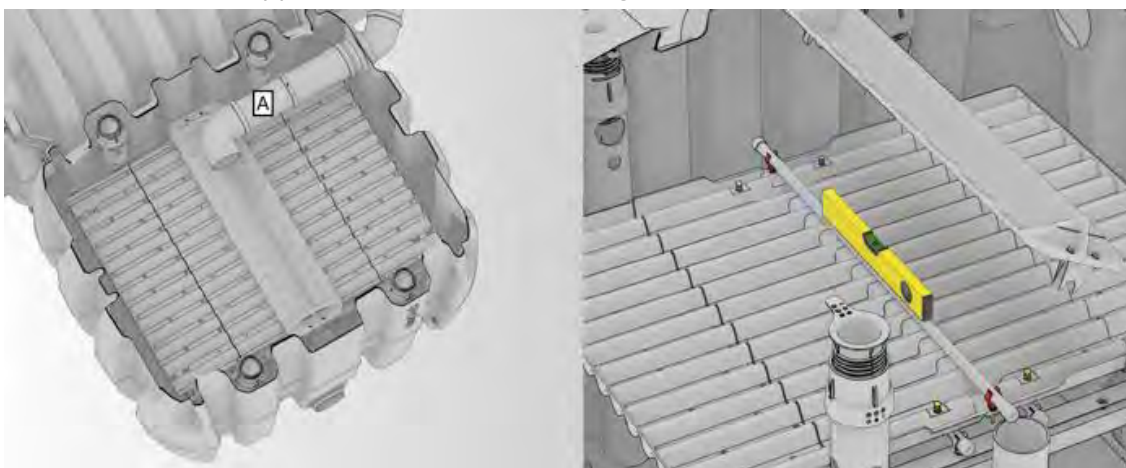

Fig. 57: Contrôler l'alignement de l'auget basculant et la planéité de son axe de support avec un niveau à bulles
1. Contrôler que le système de répartition est correctement aligné par rapport à la conduite de trop-plein (A).
- L'axe médian de l'auget basculant doit se trouver aligné sur la conduite de trop-plein (A).
- Si nécessaire, ajuster la position de la conduite de trop-plein (A).
3. Poser un niveau à bulle dans le sens transversal sur l'axe de support de l'auget basculant (voir Fig. 57).